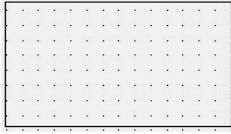

Fig.U4.12
1. Pe ecran se afișează o grilă de puncte ca în Fig. U4.12. Care dintre comenzile sau operațiile de mai jos permit acest lucru?